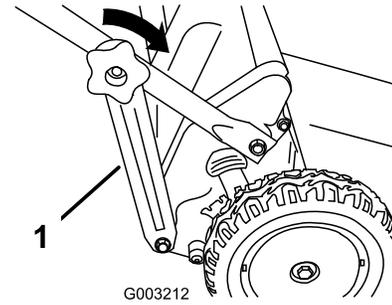

Bild 15
3. Setzen Sie die Handräder des unteren Griffs ein und ziehen Sie die Handräder mit der Hand so fest wie möglich (Bild 15).